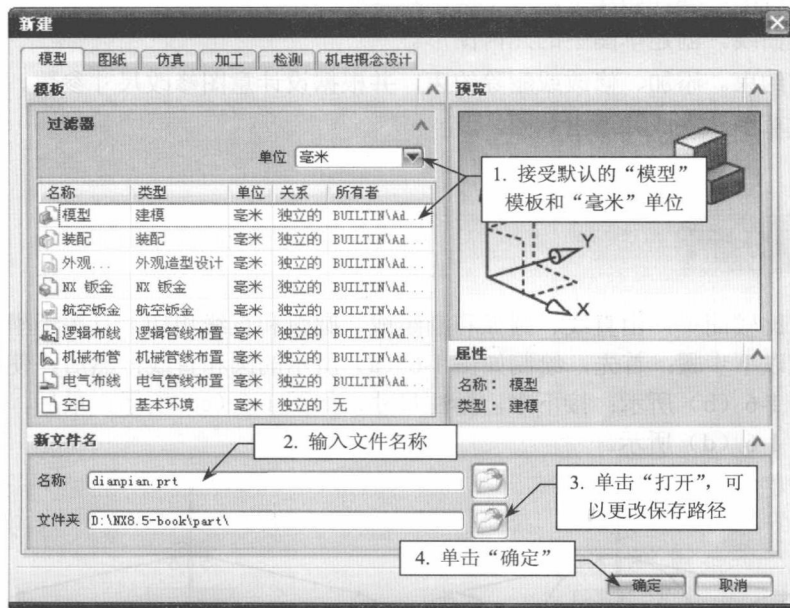

图 1-7 “新建”对话框
(1) 启动新建命令。在“标准”工具条上,单击“新建”,或在菜单条上,选择“文件”→“新建”,弹出“新建”对话框,如图 1-7 所示。